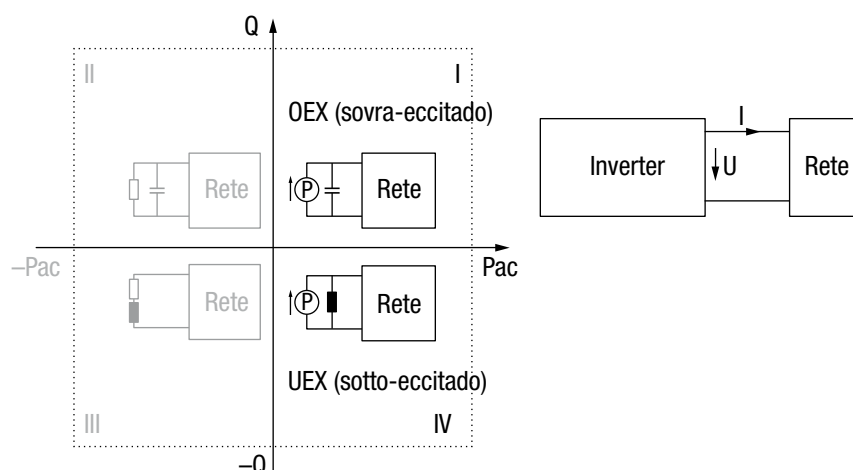

Figura 4 Sistema di segnalazione a freccia del generatore
- Modalità di esercizio OEX (sovraeccitato): L'inverter aiuta a supportare la tensione al punto di connessione di rete (quadrante I in Figura 4).
- Modalità di esercizio UEX (sottoeccitato): L'inverter aiuta a limitare la tensione al punto di connessione di rete (quadrante IV in Figura 4).